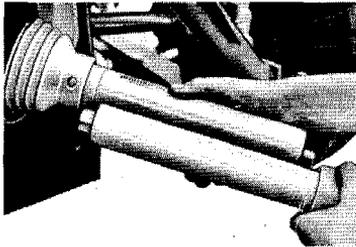

Abb. 7
1. Beim ersten Anbau vordere Gelenkwellenhälfte auf die Schlepperzapfwelle stecken. **Gelenkwellenrohre** jedoch **nicht ineinanderschieben**, sondern durch Aneinanderhalten prüfen, ob die Gelenkwellenrohre in **jeder Streustellung** einerseits noch mindestens **60 mm ineinandergreifen** und andererseits **nicht gegen die Kreuzgelenke stoßen**! Bei zu langen Gelenkwellenrohren müssen beide Seiten gekürzt werden (Abb. 7). Der Winkelschlag eines Kreuzgelenkes darf **25 Grad** nicht übersteigen. (Gelenkwellenrohre schmieren!) Der Zapfwellenschutz (UC 03 ab Maschinen-Nr. 276 006) ist demontierbar. Eine Anleitung hierzu finden Sie in der Ersatzteilliste.